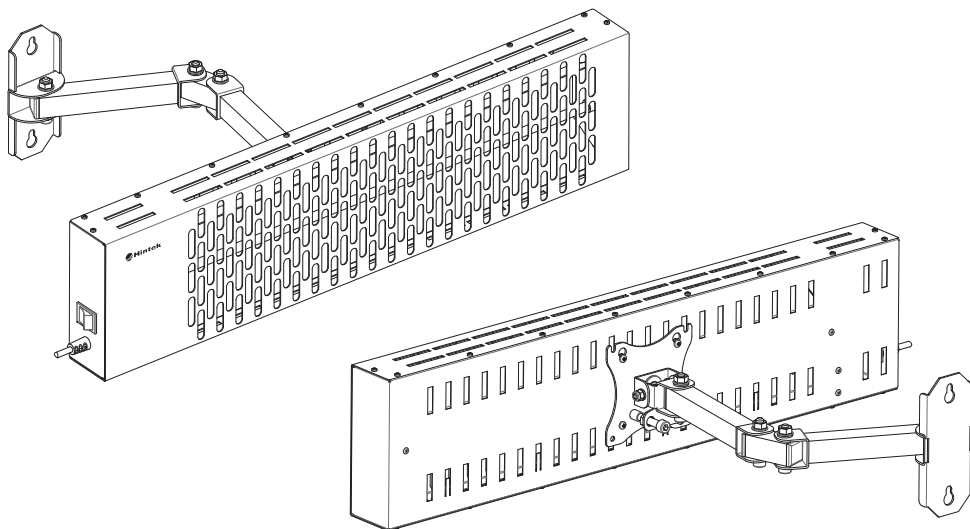

Рисунок 5.
5.2. На задней панели корпуса имеются резьбовые заклепки (9), позволяющие закрепить обогреватель на кронштейне для монтажа на стену. Кронштейн позволяет регулировать угол наклона обогревателя. Вы можете закрепить кронштейн (8) из комплекта поставки или кронштейн с системой VESA MIS-D 75 (см. рис. 5) (приобретается дополнительно). Схема сборки кронштейна из комплекта поставки приведена на рис. 4.